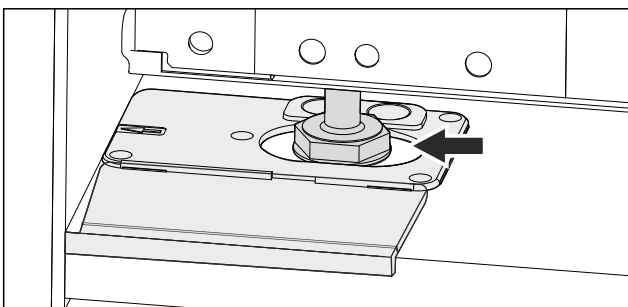

Fig. 50
- ▶ Wyregulować urządzenie za pomocą nóżek. Fig. 50 []